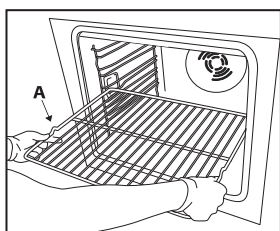

Fig.1
1. Før risten vandret ind med den hævede del "A" vendt opad (fig. 1).